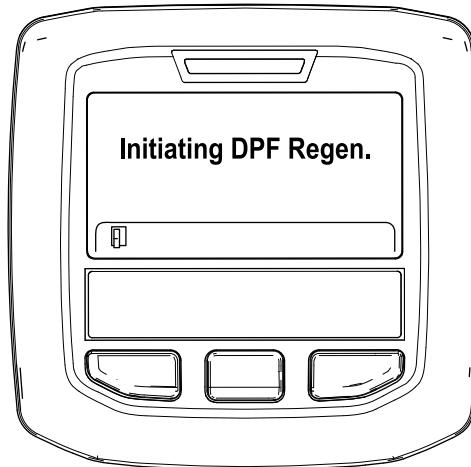

Figura 50
- Viene visualizzato il messaggio "Inizializzare Rigen. FAP" (Figura 50).